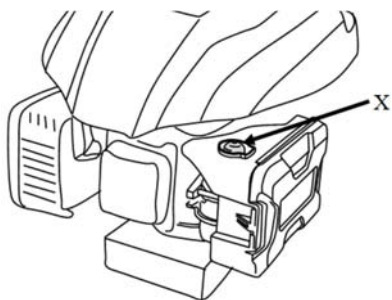

Fig.14-1
Premere il primer (X) con forza almeno 3 volte (Fig.14-1)